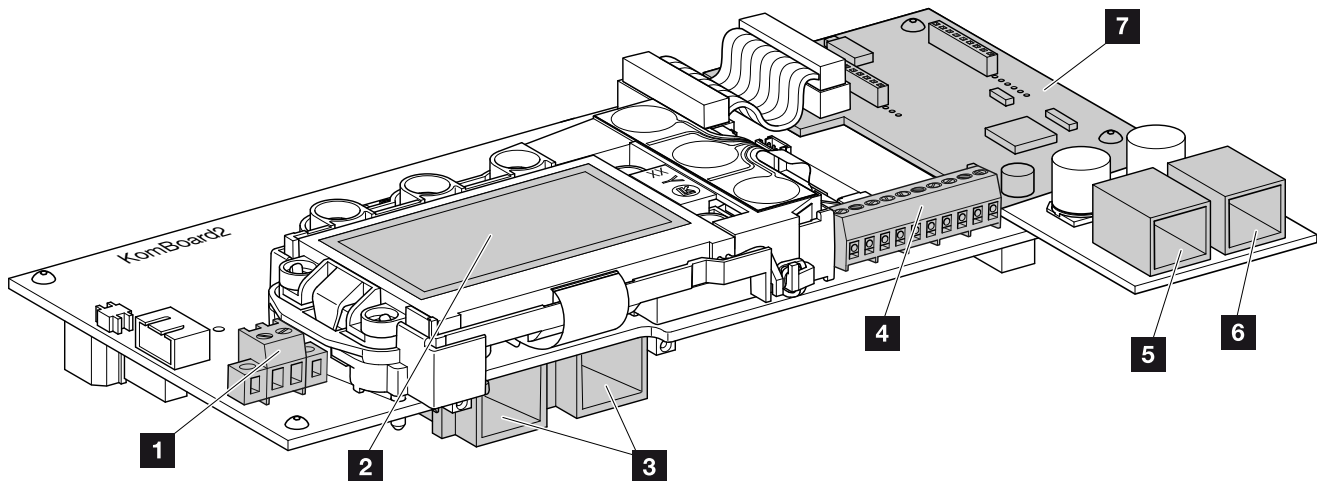

Abb. 31: Komponenten des Kommunikationsboards
1. Das Patchkabel (1:1) an den CAN-Bus-Anschluss  **Abb. 31 Pos. 6** des Wechselrichters anschließen.